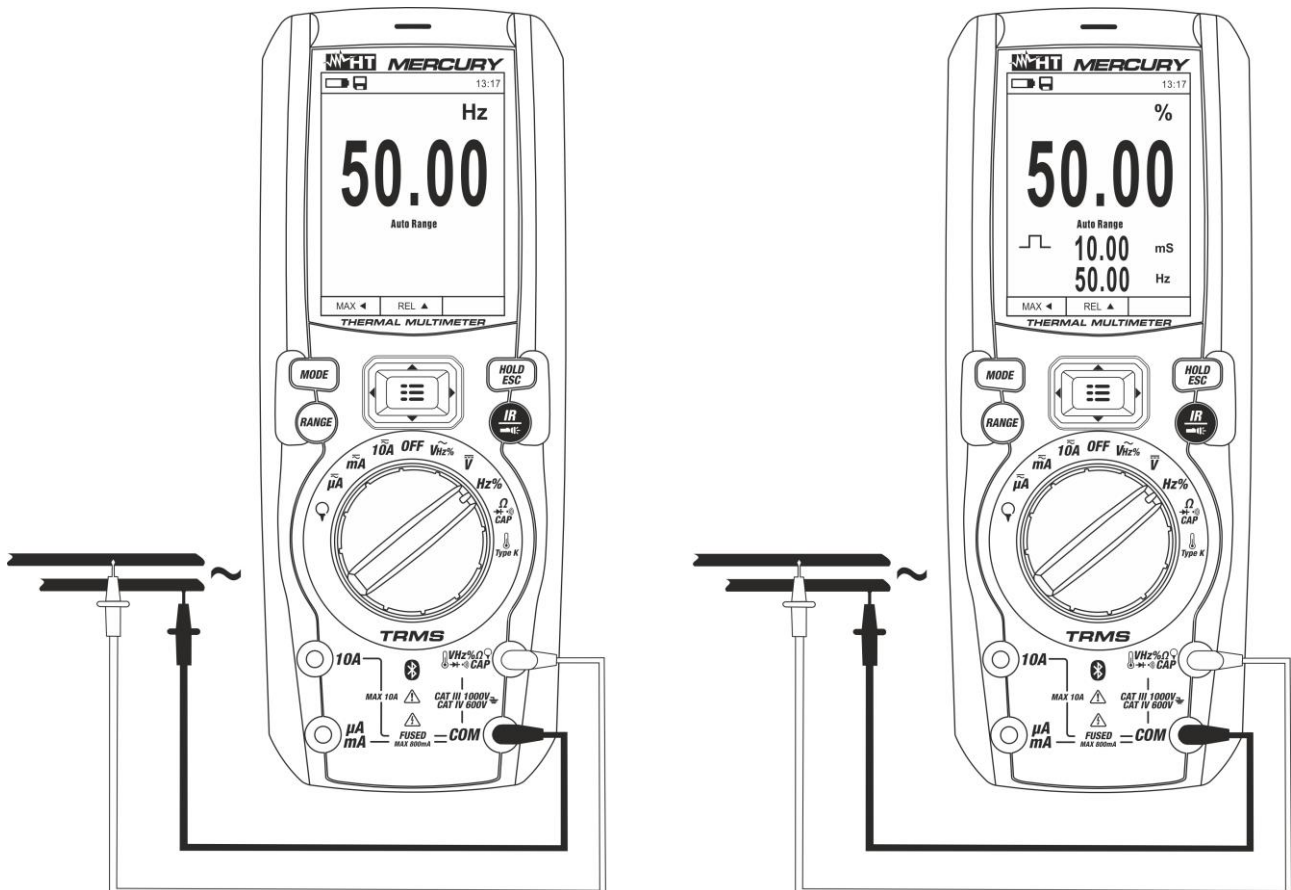

Fig. 23: Uso del instrumento para medida de Frecuencia y Duty Cycle
4. Posicione la punta roja y la punta negra respectivamente en los puntos del circuito en examen (ver Fig. 23). El valor de la frecuencia (Hz) o ciclo de trabajo (%) se muestra en el visualizador. La barra gráfica no está activa en estas funciones